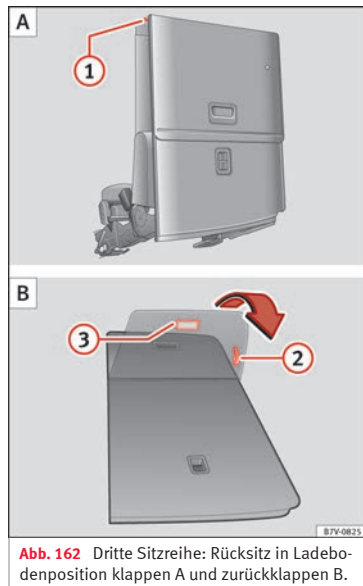

Abb. 162 Dritte Sitzreihe: Rücksitz in Ladebodenposition klappen A und zurückklappen B.
- Gegebenenfalls Hebel »» **Abb. 162** ❷ ziehen, um den Rücksitz in Längsrichtung in die gewünschte Position zu verschieben.
- Entfernen Sie Gegenstände aus dem Fußraum vor und hinter dem Rücksitz »» ❶.
- Hebel »» Abb. 162 ❶ nach oben ziehen und Rücksitzlehne nach vorn klappen. Der komplette Rücksitz klappt nach vorn »» ⚠ und auch die Sitzfläche schwenkt selbsttätig nach vorn.
- Schlaufe »» Abb. 162 ❷ ziehen, um die Sitzabdeckung zurückzuklappen.
- Ziehen Sie am Haltegriff »» Abb. 162 ❸. Der komplette Rücksitz klappt nach hinten.